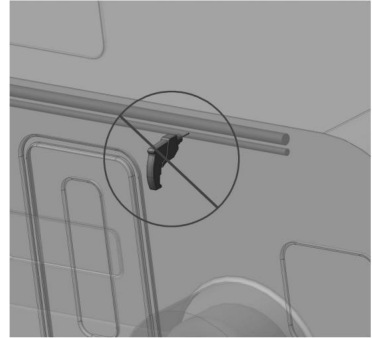

Abbildung C3
2. Überprüfen Sie vor der Installation, ob sich an der Stelle der Fahrzeugkarosserie, an der die Installationshalterung befestigt wird, Verstärkungsrippen befinden und ob sich an der Bohrstelle Hindernisse wie Wasser-, Strom- und andere Leitungen befinden (Abbildung C3). Oder erkundigen Sie sich beim Fahrzeughändler nach relevanten Informationen.